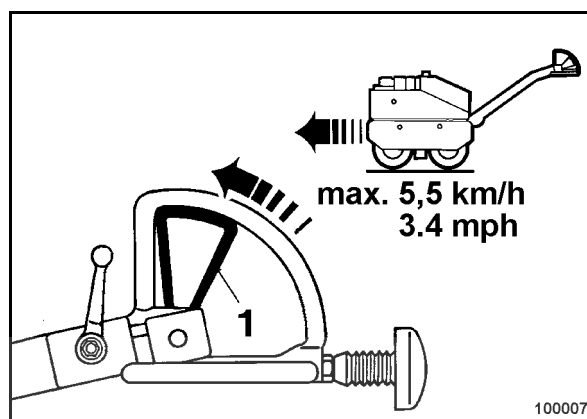

fig. 37
- Déplacer lentement le levier (1) (fig. 37) vers l'avant ; la machine accélère régulièrement en marche avant.